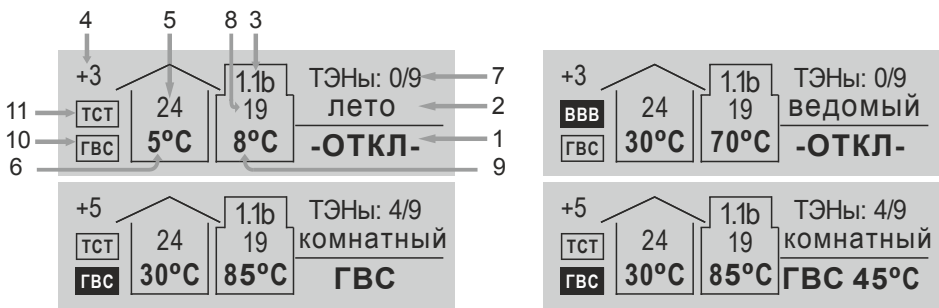

Рисунок 6
4.7.3 Описание информации на дисплее в режиме главного окна в соответствие с рис. 6: